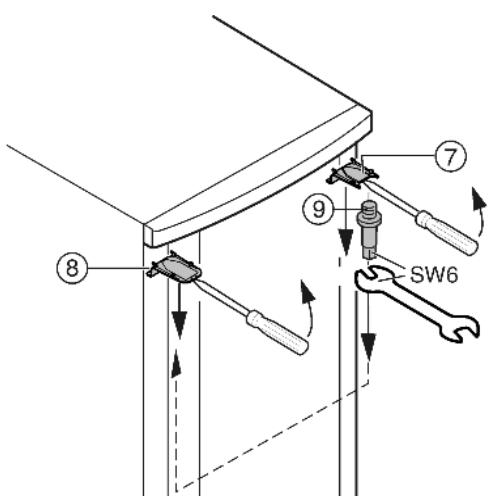

Fig. 6
- ▶ Подвесьте верхнюю часть двери на опорный палец Fig. 6 (9).
- ▶ Верхнюю крышку Fig. 6 (7) и крышку Fig. 6 (8) с помощью отвертки выведите вперед из фиксатора и снимите, наклоняя вниз.
- ▶ Выкрутите опорный палец Fig. 6 (9) и вкрутите на противоположной стороне (**с моментом 4 Нм**).
- ▶ Снова установите крышку Fig. 6 (7) на стороне опорного пальца: насадите сзади, защелкните спереди.
- ▶ Установите крышку Fig. 6 (8) на противоположной стороне: насадите сзади, защелкните спереди.